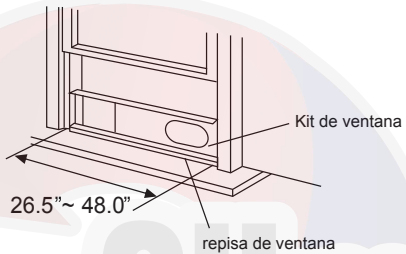

Fig.9
2. Conecte el kit de guía deslizante para ventana a la repisa de la ventana. Ajuste la longitud del kit de guía deslizante para ventana de acuerdo con el ancho de la ventana, acorte el kit de ventana si el ancho de la ventana es menor que 26.5 pulgadas. Abra la hoja de la ventana y coloque el kit de guía deslizante de la ventana en la repisa de la ventana Fig.9.